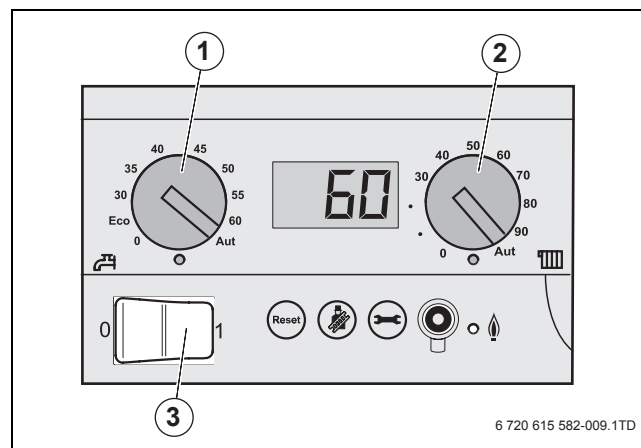

Fig. 9 Panoul de comandă al controlerului de bază
- ▶ Setăți întrerupător principal (→ fig. 9, [3], pagina 11) de la nivelul panoului de comandă la „1“ (Por).